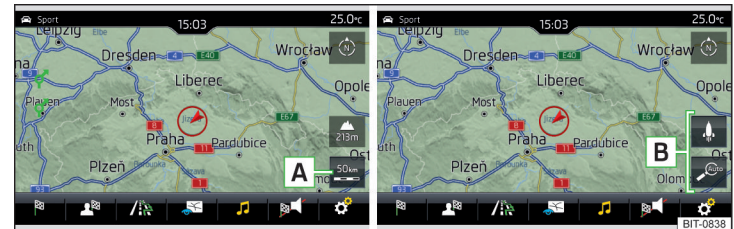

Abb. 179 Funktionsflächen für die Kartenmaßstabsänderung
- › Die Funktionsfläche **A** » **Abb. 179** antippen.
Im Bereich **B** » **Abb. 179** werden Funktionsflächen für die Kartenmaßstabsänderung eingeblendet.